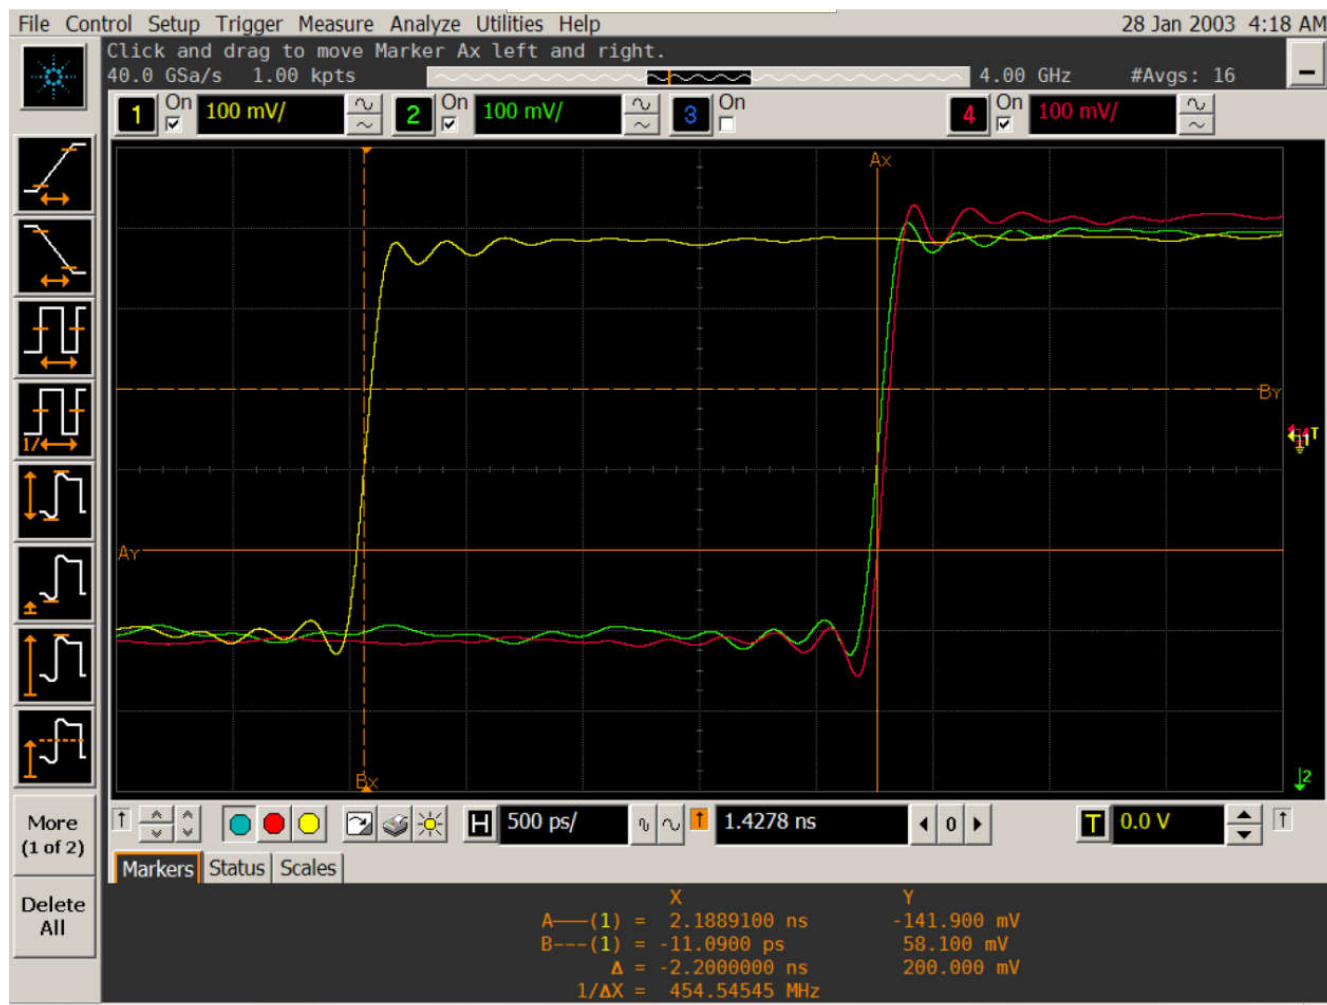

图 6-1. 主要处于连续模式的中继电器同步模式下 Secondary1 和 Secondary2 的波形
1. SYSREF_MODE 设置为 3 图 6-1 显示了 Primary sysrefout2_p (黄色) 中 Secondary1 sysrefout2_p (红色) 和 Secondary2 sysrefout2_p (绿色) 上的重复同步输出。
2. 图 6-1 (中继电器同步) 和 图 5-2 (中继电器非同步) 之间的主要区别在于,在中继电器同步模式下,引脚 3 与输入时钟同步,可以看到 2 个延迟时钟周期。在本例中,时钟输入为 1GHz,因此预计会有 2ns 的额外延迟。